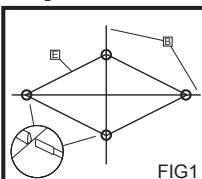

FIG1
- Insérez entièrement les arceaux dans les fourreaux. (FIG1)